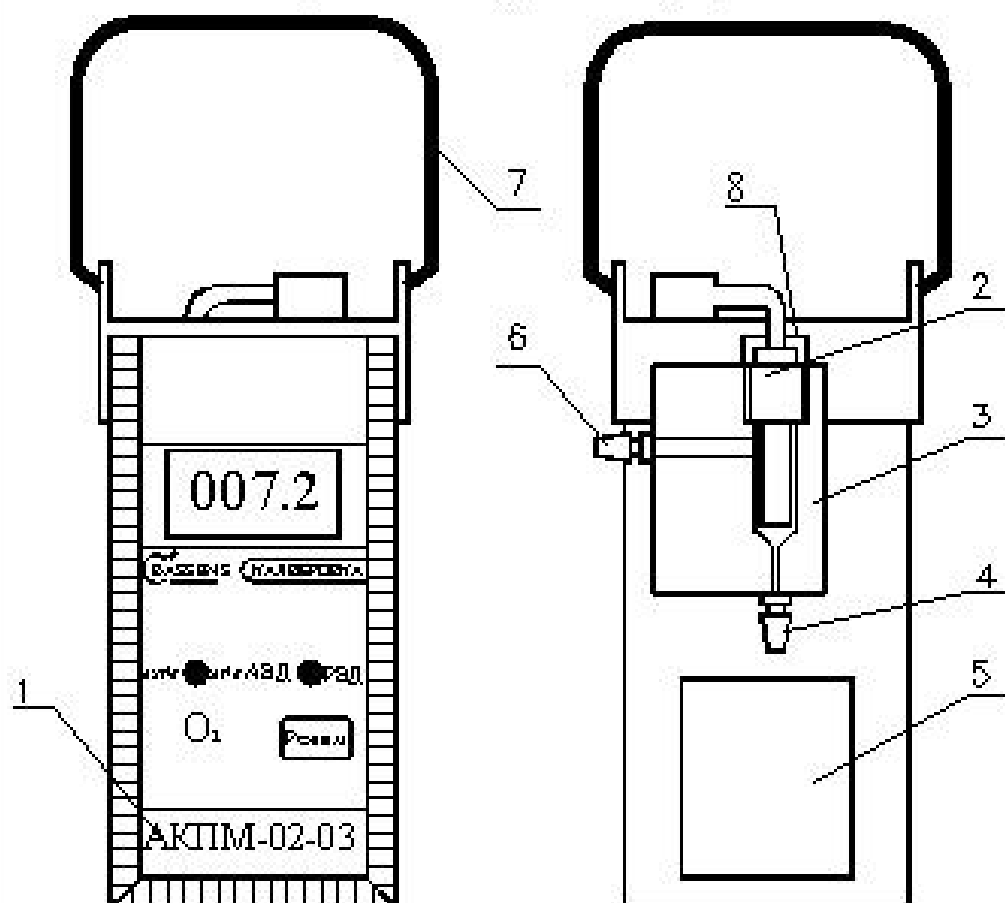

Рис. 1.
12.4.1. Открутить гайку 8, осторожно достать сенсор из измерительной камеры 3 (см. рис. 1) и выполнить п. 12.1.2.